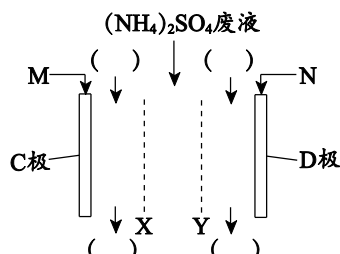

图 2
② 有同学设计燃料电池，利用图 1 中产生的 M、N、较浓硫酸和较浓氨水联合处理 $(\text{NH}_4)_2\text{SO}_4$ 废液，其原理示意图如图 2 所示。